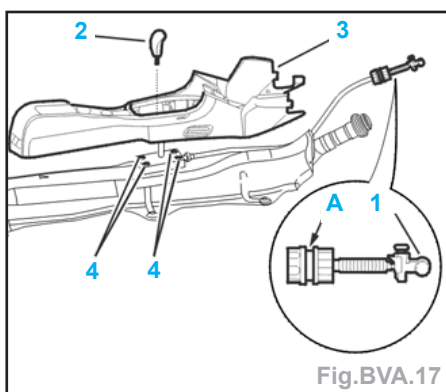

Fig.BVA.17
- la rotule (1),
- Déposer (Fig.BVA.17) :
- le pommeau de levier de vitesses (2) (clippé),
- la console centrale (3),
- les vis (4).